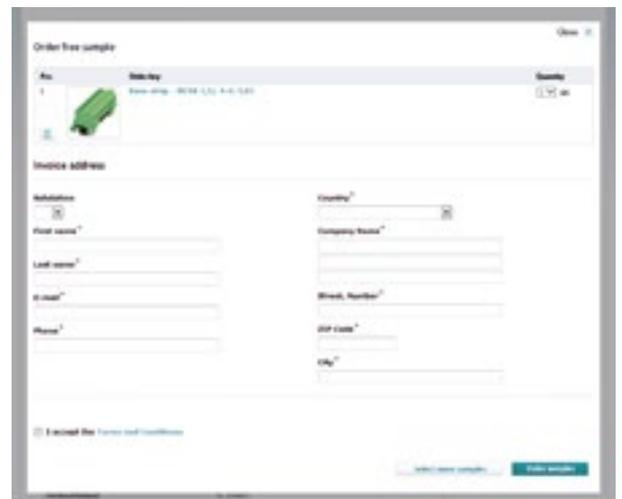

Imagen 4. Formulario de pedido: Muy pocos datos son necesarios para pedir online la muestra del producto deseado y que ésta sea entregada.
- **Rellenar el formulario de pedido:** Este formulario contiene campos para algunos datos que son necesarios para el envío automatizado (Imagen 4).